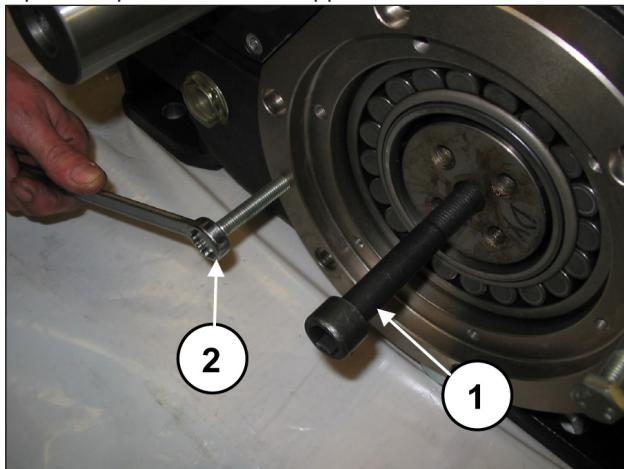
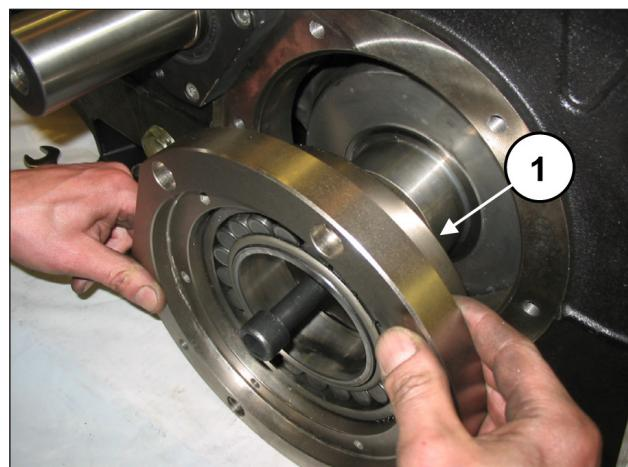

Fig. 23
Fig. 24
Appicare un perno filettato M16 ad un'estremità dell'albero a gomiti (pos. ①, Fig. 23) e, tenendolo sollevato, estrarre il coperchio portacuscinetto completo di cuscinetto e O-ring (pos. ②, Fig. 24). Per agevolare lo smontaggio utilizzare n. 2 grani o viti M10 (pos. ③, Fig. 23) con la funzione di estrattori. Ripetere l'operazione dal lato opposto.